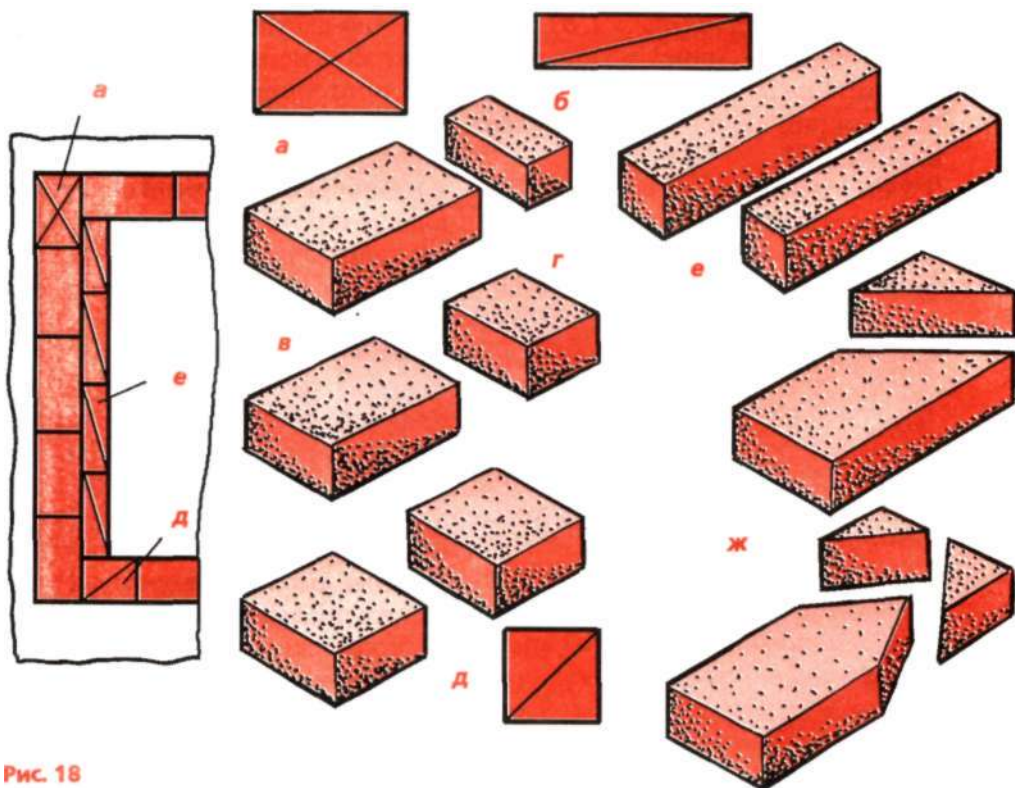

Рис. 18
**Колка и теска кирпича.** Разумеется, при кладке печи в дело идут в основном целые кирпичи. Однако для того чтобы в печной кладке соблюдались правила перевязки кирпичей, некоторые из них приходится специально раскалывать на различные части. Кирпич, состоящий из трех четвертей от целого кирпича, называется *трехчетверкой* (рис. 18, а). На специальных *чертежах-порядовках*, используемых в печном деле, такой укороченный кирпич обозначается тонкими пересекающимися линиями, проведенными с угла на угол прямоугольника. Одна четвертая часть кирпича называется *четверкой* (рис. 18, б). Иногда от кирпича приходится откалывать *одну треть* (рис. 18, г). При этом другая оставшаяся
часть кирпича будет равна *двум третям* (рис. 18, в). Гораздо чаще кирпич раскалывают пополам (если, разумеется, в наличии нет специально заготовленных половинок). При этом получают две одинаковые *половинки* (рис. 18, д). На *чертеже-порядовке* их изображают в виде квадрата, два противоположных угла которого соединены тонкими линиями. В некоторых случаях кирпич раскалывают пополам не поперек, а вдоль (рис. 18, е). Такие половинки кирпича на порядовках также отмечают проведенной по диагонали тонкой линией. Кроме того, кирпичи часто приходится раскалывать под разными углами к его граням, получая при этом всевозможные *клинья*, *уторы* и *замки* (рис. 18, ж).